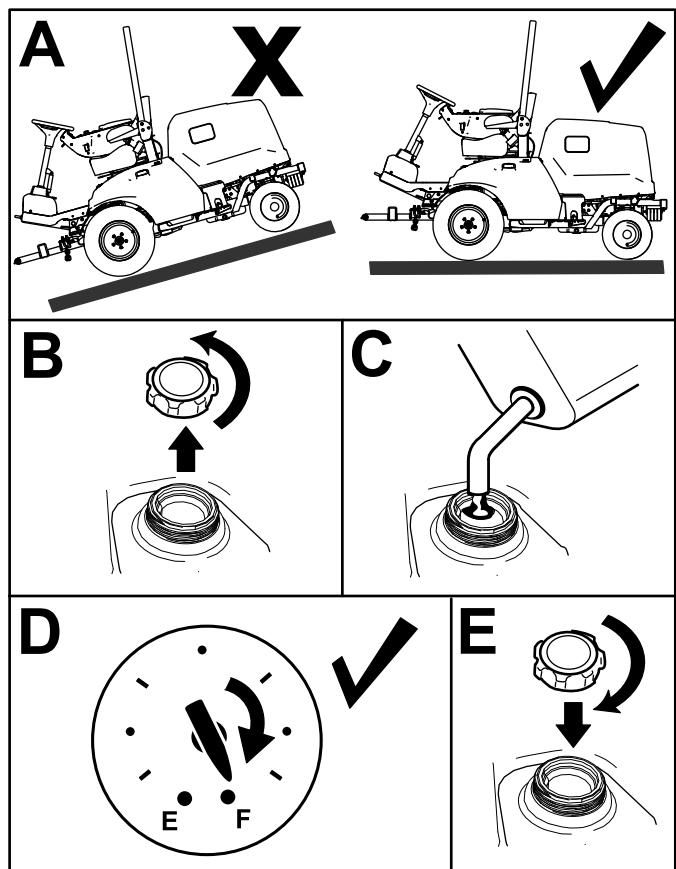

Figura 32
1. Parcați maina pe o suprafață plană (Figura 32), cuplați frâna de parcare, opriți motorul și scoateți cheia de contact